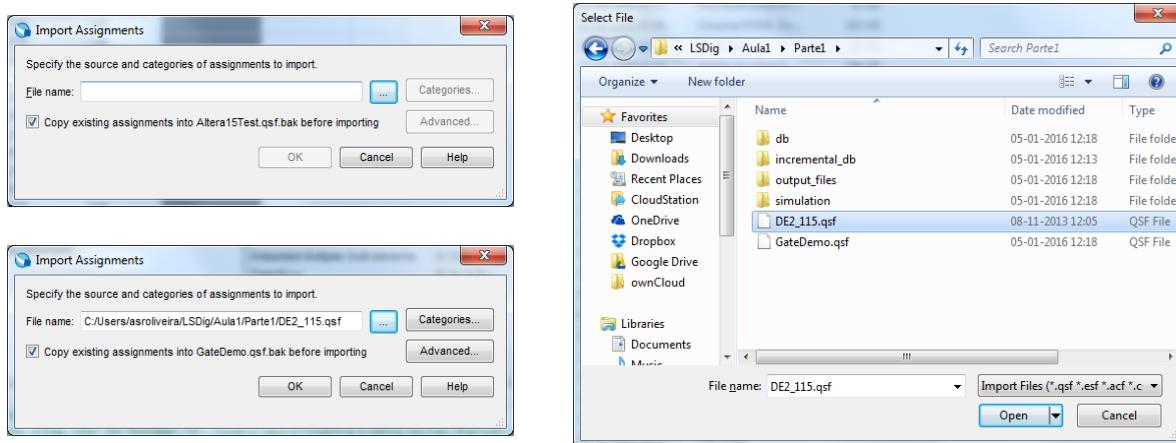

Figura 23 – Seleção e importação do ficheiro “DE2_115.qsf” com as definições dos pinos da FPGA ligados aos dispositivos do *kit*.
15. Para implementar o circuito em hardware real (FPGA), importe agora as definições de pinos da FPGA da placa de desenvolvimento que vai usar (localização física dos pinos aos quais estão ligados à FPGA os vários dispositivos da placa – e.g. LEDs, interruptores, displays, etc.). Para tal use o menu “*Assignments→Import Assignments*” (Figura 23).